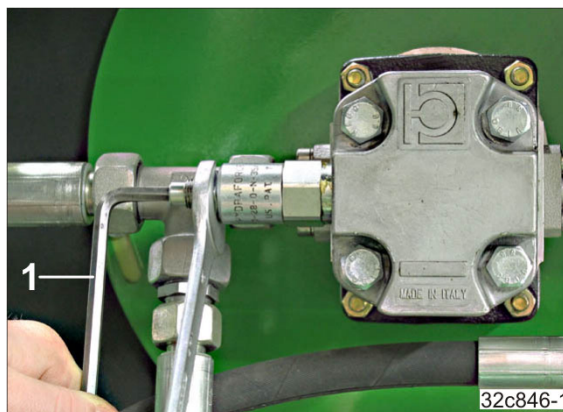

Bild 170
1. Lossa kontramuttern (Bild 170).
- 2.1 Vrid skruven med insexnyckeln (Bild 170/1) motsvarande.
2. Ställ in börvarvtalet för fläkten med insexnyckel (Bild 170/1) på tryckbegränsningsventilen. Överskrid inte det maximala fläktvarvtalet på 4000 1/min.